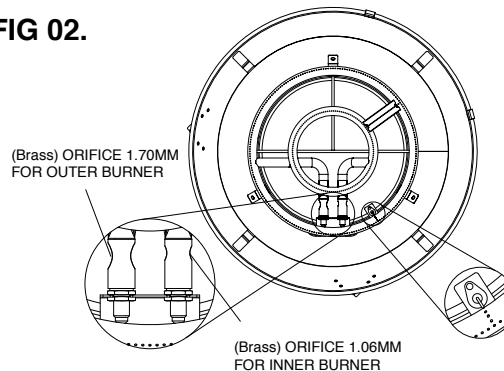

FIG 03.
- D. Après avoir effectué le remplacement, remettre bien en place le kit du bruleur en fonction des orifices. Ajuster la pointe de l'igniteur située en bordure du bruleur. (FIG. 03)